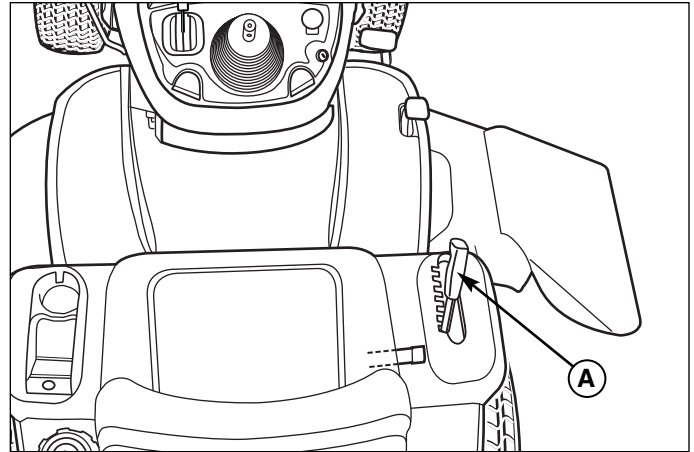

Figure 7. Levage et abaissement du carter de coupe
2. Mettre le réglage de hauteur de coupe (A, Figure 7) sur la position la plus basse. Placer le levier de levage dans sa position la plus basse. Glisser le carter sous le côté droit du tracteur de façon à aligner l'attache du carter avec le support de fixation avant du tracteur.
Le levier de réglage de la hauteur de coupe (A, Figure 7) contrôle la hauteur du carter de coupe. La hauteur de coupe comporte sept positions entre 3,2 et 10 cm (1-1/4 et 4 po.) environ.